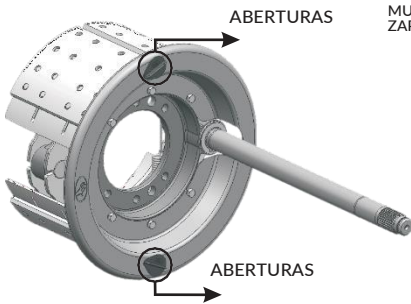

FIGURA 26
- Controlar periódicamente el desgaste de las lonas de freno a través de las aberturas existentes en el guardapolvo (FIGURA 26);